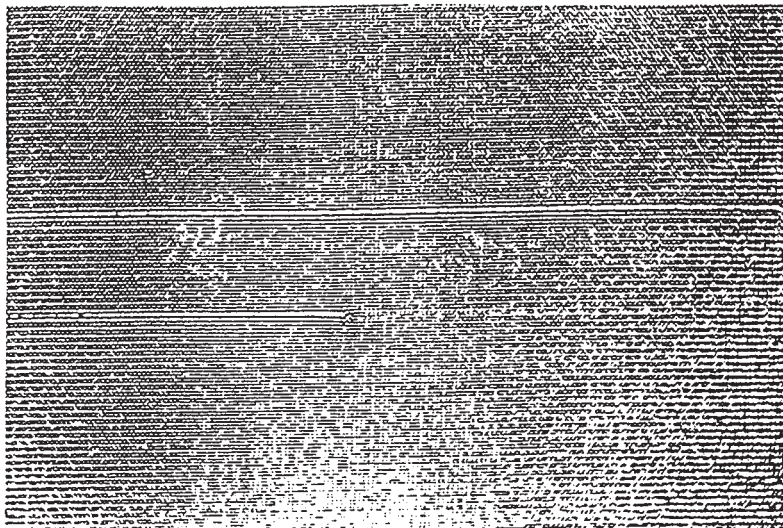

Bild 8
3.2.1 Kett-/Schußfadenbruch (siehe Bild 8)